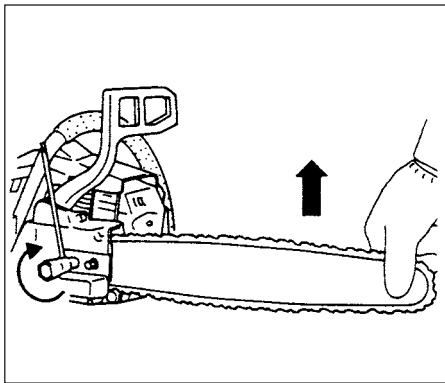

Fig.1-4
● LA CORRECTA TENSION ES SUMAMENTE IMPORTANTE! (Fig. 1-4, 5)
6. Levantar el extremo de la barra y ajustar firmemente la tuerca de fijación de la barra de la cadena con la llave de cubo. (Fig. 1-4)